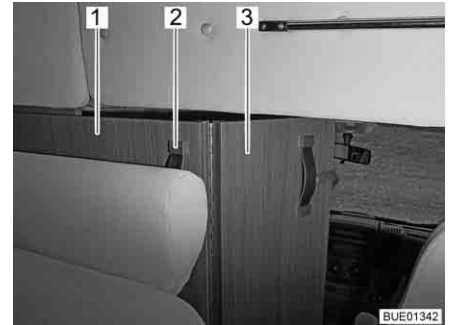

Bild 56 Fahrerhausabtrennung
- Fahrerhausabtrennung (Bild 56,1) am Griffband (Bild 56,2) fassen und so weit nach innen ziehen, bis sich die Kante der Fahrerhausabtrennung etwa auf Höhe der Rückenlehne der Sitzbank befindet (Bild 56).
- Den klappbaren Teil der Fahrerhausabtrennung (Bild 56,3) zwischen den Sitzen des Fahrerhauses ausklappen.